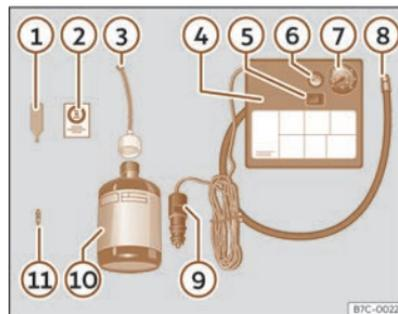

Fig. 219 Rappresentazione standard: contenuto del kit per la riparazione degli pneumatici.
Il kit per la riparazione degli pneumatici si trova nel sottofondo del bagagliaio. Include i seguenti componenti >>> **fig. 219**:
- Svitare il cappuccio e l'elemento di tenuta della valvola del pneumatico. Utilizzare l'apparato >>> **fig. 219 ①** per estrarre l'elemento di tenuta. Collocarlo su una superficie pulita.
- Agitare vigorosamente la bomboletta del sigillante per pneumatici >>> **fig. 219 ⑩**.
- Avvitare il tubo di gonfiaggio >>> **fig. 219 ③** alla bomboletta del sigillante. La piombatura della bomboletta si rompe automaticamente.
- Rimuovere il tappo del tubo di riempimento >>> **fig. 219 ③** e avvitare l'estremità aperta dal tubo alla valvola dello pneumatico.
- Ricollocare l'elemento di tenuta con l'apparato >>> **fig. 219 ①** nella valvola dello pneumatico.
- Avvitare il tubo di gonfiaggio dello pneumatico del compressore >>> **fig. 219 ⑧** nella valvola dello pneumatico.
- Verificare che la vite di sfiato dell'aria sia chiusa >>> **fig. 219 ⑥**.
- Collegare il connettore >>> **fig. 219 ⑨** a una presa elettrica a 12 V del veicolo >>> **pag. 223**.
- Collegare il compressore ad aria con l'interruttore ON/OFF >>> **fig. 219 ⑤**.
- Incollare l'adesivo >>> **fig. 219 ②** sul quadro strumenti, all'interno del campo visivo del conducente.
Riattivare il tubo di gonfiaggio >>> **fig. 219**  e controllare la pressione con il manometro .